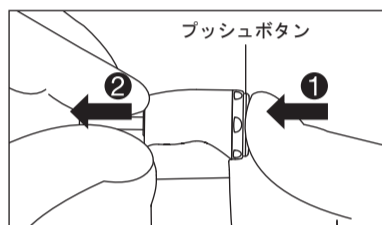

図3
プッシュボタンを押してチャックを開き(①)、バーを取り外します(②)(図3)。